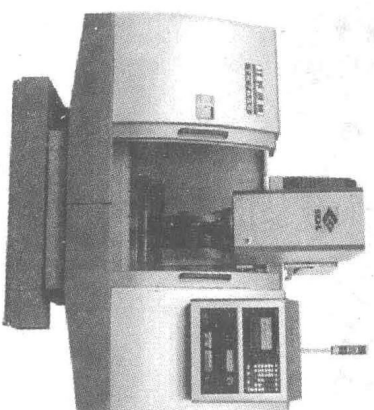

图 1—1 立式数控铣床
1) 数控铣床 根据数控机床的用途进行分类，用于完成铣削加工或镗削加工的数控机床称为数控铣床。图 1—1 所示为立式数控铣床。
2) 加工中心 加工中心是指带有刀库（带有回转刀架的数控车床除外）和刀具自动交换装置（Automatic Tool Changer—ATC）的数控机床。通常所指的加工中心即是指带有刀库和刀具自动交换装置的数控铣床。图 1—2 所示为卧式加工中心。